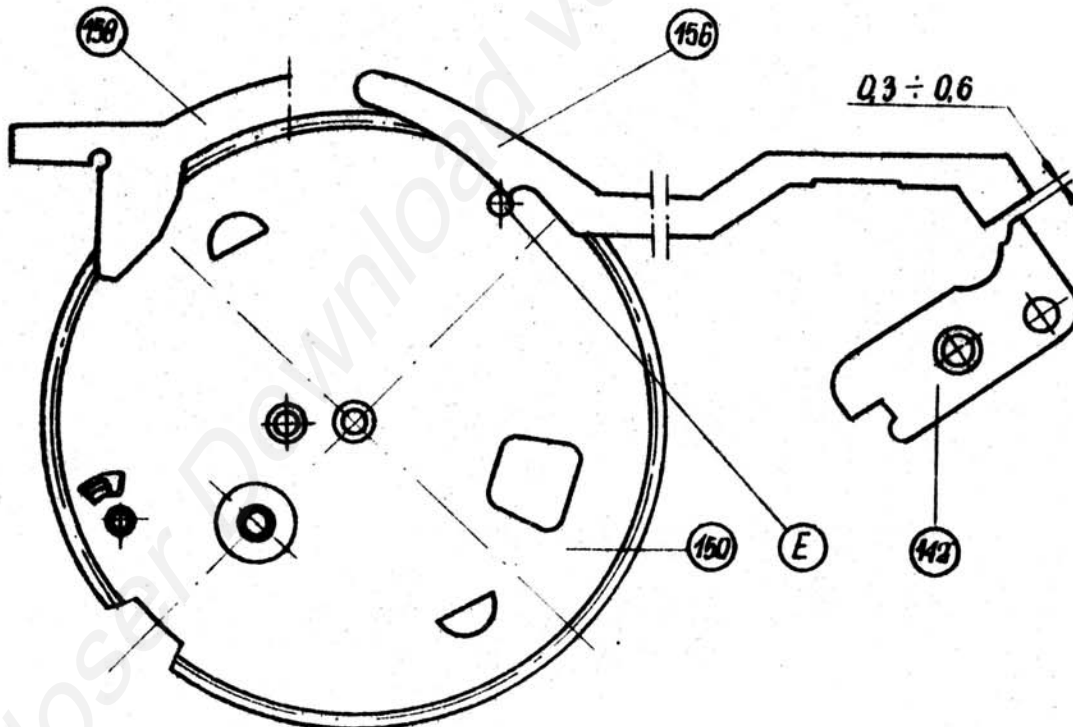

Bild. 50
6. Beim Drehen des Zahnrades darf Kurvenhebel mit ganzer Wandstärke Stift E" /Abb.50/ berühren.